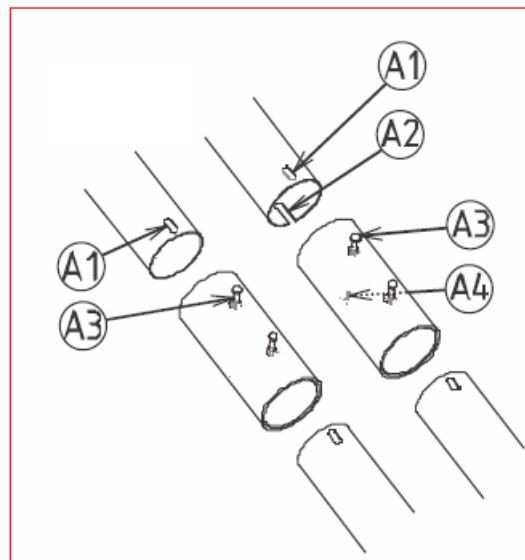

Рис. 6
- на каждом конце рефлектора есть отверстия для фиксации их с U-образным коленом и с функциональными блоками. Части рефлектора должны заходить одна на другую. Установите зажимы друг против друга в продолговатом отверстии (см. рис.6) для того чтобы закрепить части рефлектора между собой.